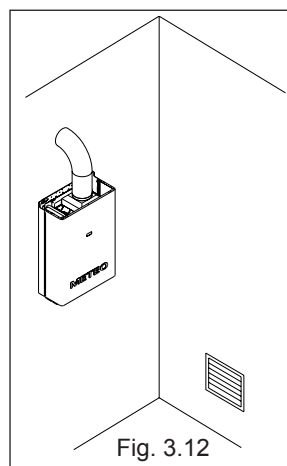

Fig. 3.12
- ⚠ Le aperture per l'aria comburente e per l'aerazione del locale devono essere realizzate in conformità alle Norme tecniche (fig. 3.12).